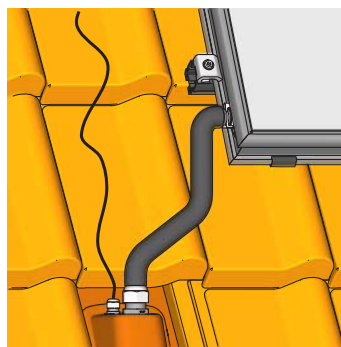

Fig. 3-43 Fase di lavoro 15
15. Spingere il flessibile termoisolante spianato sopra il raccordo (fig. 3-43).